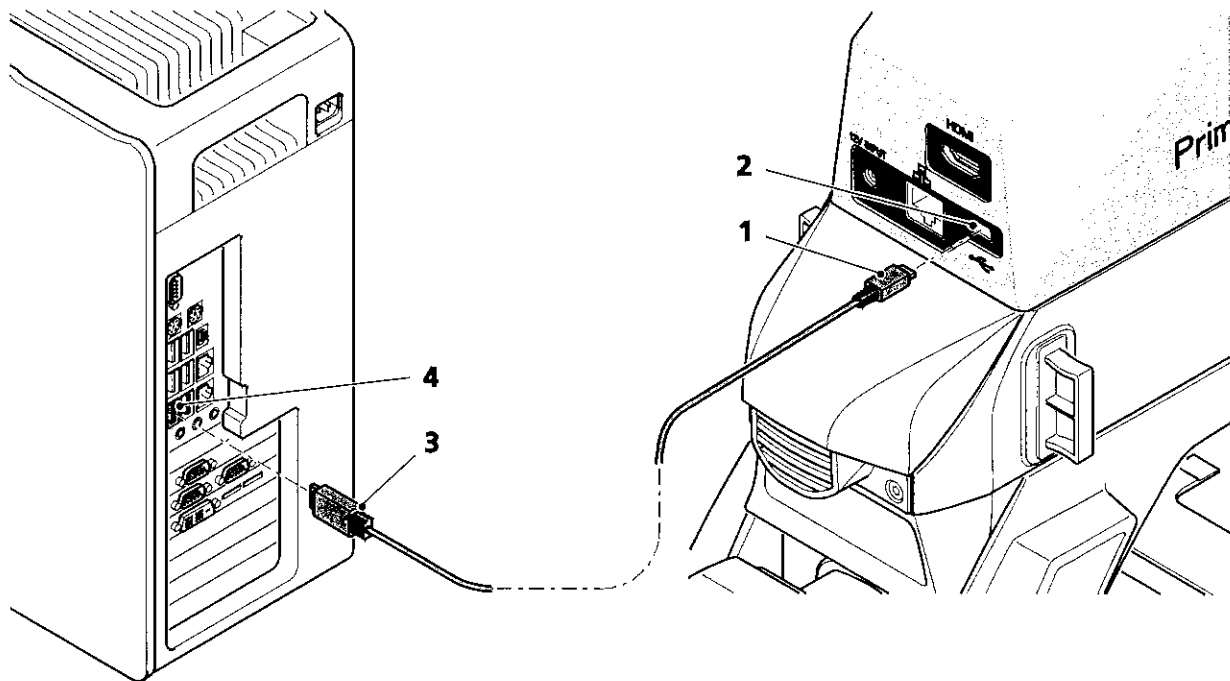

Fig. 7 Transfert de données au PC via le port USB
- Introduisez le connecteur USB Mini (Fig. 7/1) dans la sortie USB 2.0 (Fig. 7/2) au dos du microscope.
- Introduisez le connecteur USB 2.0 (Fig. 7/3) dans le PC (Fig. 7/4).